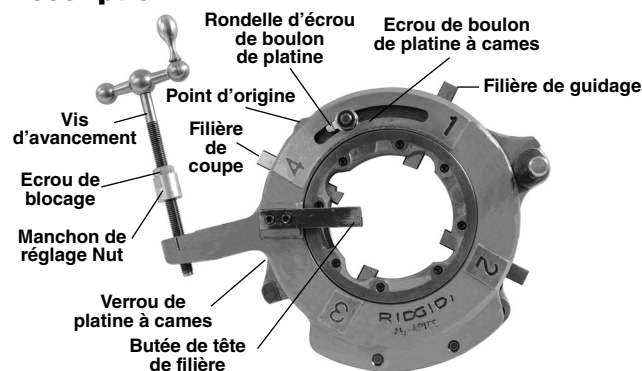

Figure 1 – Tête de filière de rainurage n° 725
6. Déplacez le boulon de la platine à cames jusqu'à aligner le repère dimensionnel voulu sur le point d'origine. Au besoin, réglez l'insertion de la filière pour permettre son mouvement. La languette de la rondelle devrait s'engager du côté gauche du logement (Figure 1). Serrez l'écrou du boulon de la platine à cames.